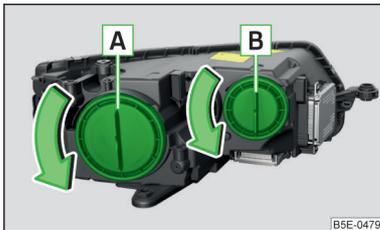

Abb. 243
Glühlampenanzordnung » Abb. 243
- Die Schutzkappe **A** » Abb. 243 auf Seite 241 in Pfeilrichtung drehen.
- Die Schutzkappe **A** » Abb. 243 auf Seite 241 einsetzen und entgegen der Pfeilrichtung drehen.
- Die Schutzkappe **B** » Abb. 243 auf Seite 241 in Pfeilrichtung drehen.
- Die Schutzkappe **B** » Abb. 243 auf Seite 241 einsetzen und entgegen der Pfeilrichtung drehen.